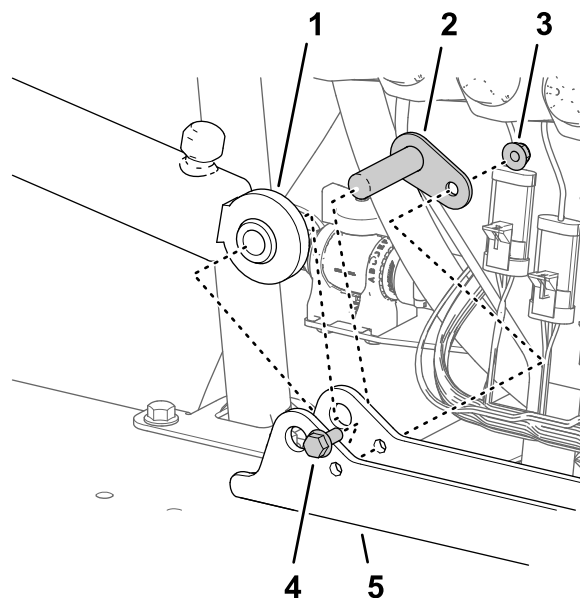

Figura 119
1. Alinee el extremo fijo del cilindro de elevación que retiró en el paso 3 de Retirada de los cilindros de elevación \(página 27\) al orificio de 16 mm (5/8") del soporte de los cilindros (Figura 119).
2. Sujete el cilindro al soporte de los cilindros con el pasador de giro, el perno con arandela prensada y una tuerca de arandela prensada (Figura 119).